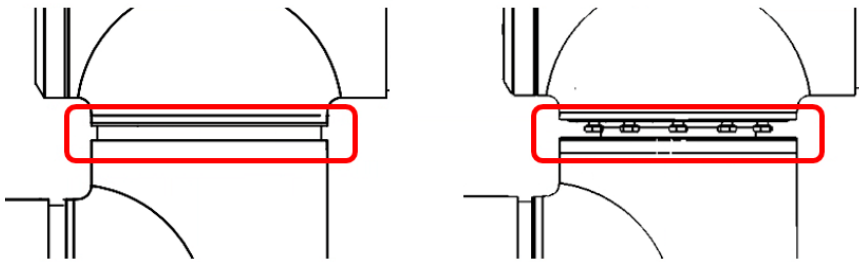

图 3-15 拆卸 J5 轴外壳螺钉
- 步骤3** 首先，使用小平头螺丝刀或类似工具，轻轻取下 J5 轴和 J6 轴连接处的黑色的柔性扁型环，并将其从关节外壳上原来的位置向后拉动。接着，将黑色环向后滑动。如图 3-15 所示。10 个螺钉可见，关节两侧各 5 个，使用专用开口扳手松开螺钉，每个至少两圈半以上。然后将两个零件拉开，逆时针轻轻扭转 10°，直到达到机械制动（孔为钥匙孔型）。之后，J5 轴和 J6 轴可以完全分离。